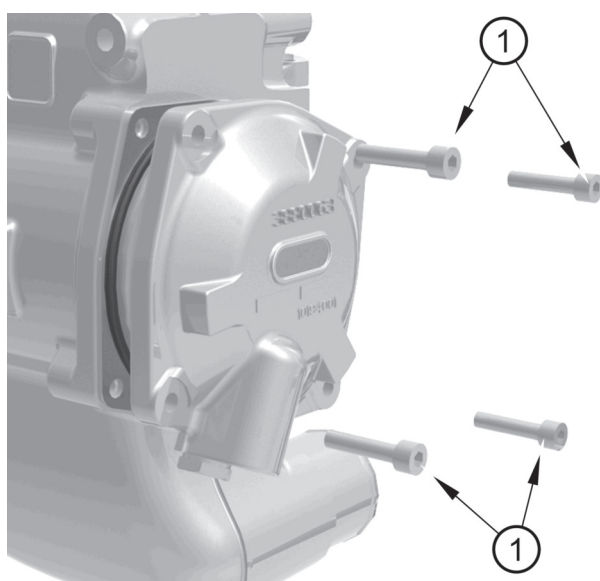

Figure 20
7. Déposez le bouchon d'extrémité en desserrant les vis (figure 20, repère 1).